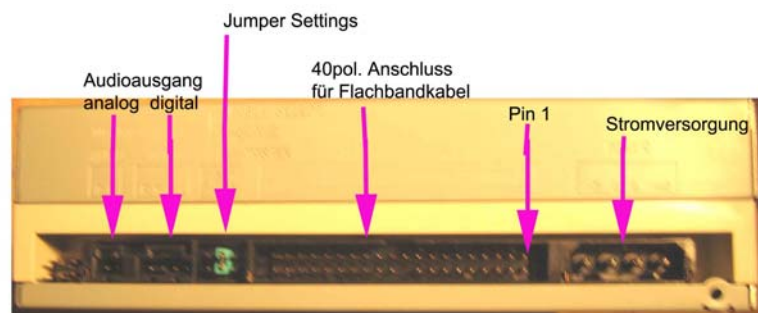

Abbildung 91: Rückenansicht eines CD-ROM-Laufwerkes
2. **CD-ROM-Laufwerk:** Auf Abbildung 91 ist eine Rückenansicht eines CD-ROM-Laufwerkes zu sehen. Der Audioausgang wird mit der Soundkarte verbunden (z.B. um Musik CD anzuhören). Die Jumper-Settings sind zum Konfigurieren des Laufwerkes, also als Master oder Slave. Pin 1 zeigt die richtige Position des Flachbandkabels, d.h. die rot markierte Kante am Kabel muss bei Pin 1 oder Richtung Stromkabel eingesteckt werden. (siehe auch Kapitel 6.7)